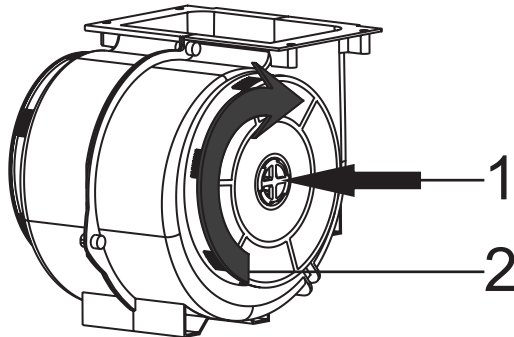

Abb. 4: AKTIVKOHLEFILTER
1. Setzen Sie den Aktivkohlefilter in dessen Gehäuse ein. Abb. 4
2. Drehen Sie den Aktivkohlefilter im Uhrzeigersinn, und achten Sie auf dessen richtigen Sitz. Abb. 4